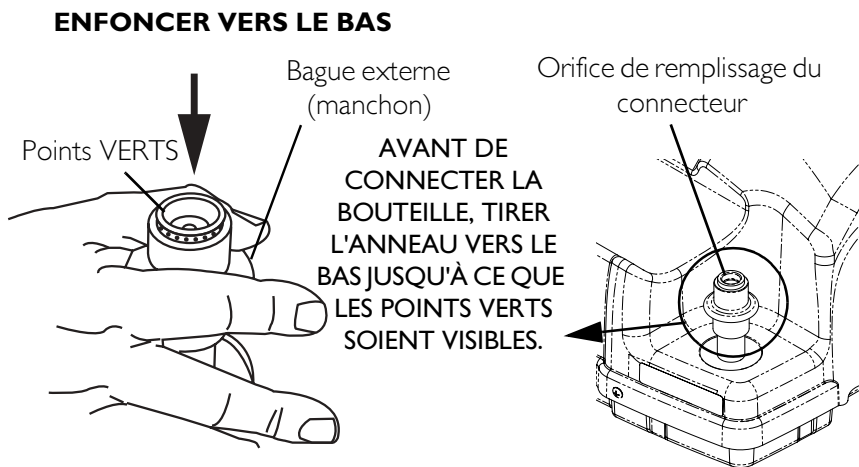

FIGURE 4.2 Ajustement de l'orifice de remplissage du connecteur
NOTE: Pour cette procédure, se reporter aux FIGURE 4.2 et FIGURE 4.3.
4. Enfoncer momentanément la bague externe (manchon) de l'orifice de remplissage du connecteur pour ajuster le connecteur conformément à la FIGURE 4.2.